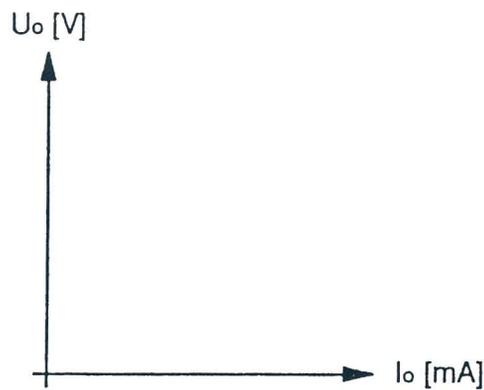

Fig. 10.3
13. Trazar en la Fig. 10.3 el gráfico del voltaje de salida en función de la corriente de carga  $U_o = f(I_o)$ ;